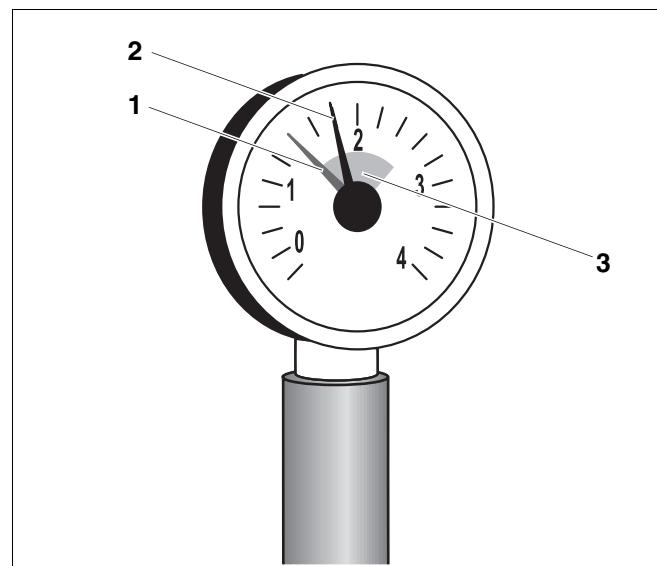

Рис. 5 Манометр для закрытых установок
У закрытых установок стрелка манометра (рис. 5, **поз. 2**) должна находиться в зеленой зоне (рис. 5, **поз. 3**). Красная стрелка манометра (рис. 5, **поз. 1**) должна быть установлена на требуемое давление.
- Если стрелка манометра (рис. 5, **поз. 2**) не доходит до зеленой зоны (рис. 5, **поз. 3**), то давление воды слишком низкое. В этом случае долейте воду в отопительную установку (см. глава 3 "Вода для заполнения и подпитки", стр. 7).